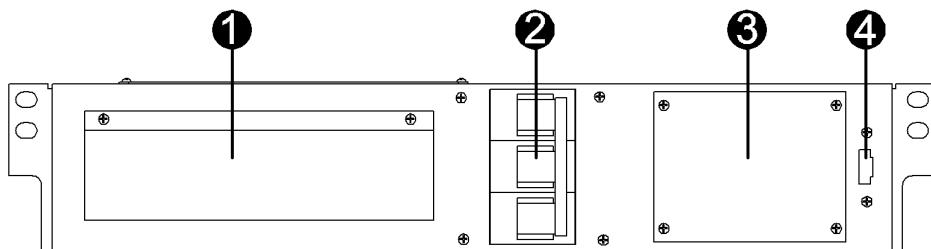

Рисунок 1 – Передняя панель модуля MBS 3/1 15-20К
- снять защитную крышку клеммной колодки 1 (см. рисунок 1) модуля, снять аналогичную защитную крышку ИБП;
- убедиться в надежности присоединения проводников, установить защитную крышку клеммной колодки **1** (см. рисунок 1) модуля и аналогичную защитную крышку ИБП, затянуть фигурные гайки кабельных вводов защитной крышки ИБП (при их наличии);
- соединить сигнальным кабелем из комплекта поставки модуля разъем «Порт контроля» **4** (см. рисунок 1) модуля с разъемом «Порт контроля Увых» ИБП, закрутить винты разъемов сигнального кабеля.
- убедиться, что автоматический выключатель **2** (см. рисунок 1) модуля находится в выключенном состоянии;
- снять защитную крышку переключателя обводной цепи **3** (см. рисунок 1) модуля, убедиться, что переключатель обводной цепи модуля находится в положении «UPS», установить защитную крышку на место;
- включить автоматический выключатель **2** (см. рисунок 1) модуля;
- снять защитную крышку переключателя обводной цепи **3** (см. рисунок 1) модуля; если предыдущий пункт не был выполнен, то при снятии защитной крышки срабатывает концевой выключатель модуля, сигнал с него транслируется посредством сигнального кабеля в ИБП, и ИБП принудительно переключается на встроенную обводную цепь;
- отключить автоматический выключатель **2** (см. рисунок 1) модуля, дождаться полного выключения ИБП.
- включить автоматический выключатель **2** (см. рисунок 1) модуля, при этом напряжение сети подается на вход ИБП, и ИБП должен перейти в режим работы по встроенной обводной цепи;
- установить защитную крышку переключателя обводной цепи **3** (см. рисунок 1) модуля на место;
- выключить автоматический выключатель **2** (см. рисунок 1) модуля;